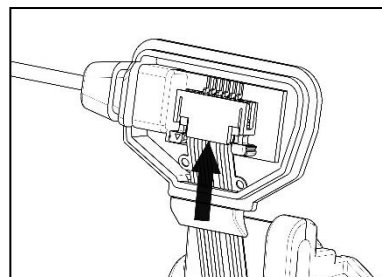

Fig. 6
6. Fügen Sie das Flexkabel der Tastenvorrichtung behutsam ins Gegenstück ein (Abb. 6).
6. Gently insert the keypad flex in its housing (Fig. 6).
6. Inserire delicatamente il flex tastiera nella controparte (Fig. 6).
6. Insérer délicatement le câble plat flexible du pavé dans la contrepoutre (Fig. 6).